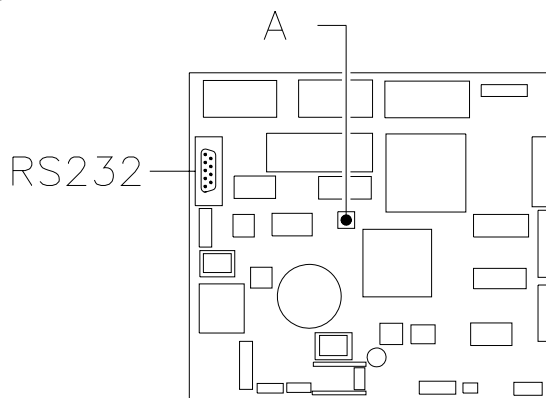

FIG. 5
- Si en la pantalla aparece "MEMORY CLEARED" apretar el pulsador situado en la tarjeta principal dentro de la caja recaudadora (véase FIG. 5) para inicializar la memoria. En la pantalla aparece el mensaje "PUERTA ABIERTA DISTRIBUIDOR EN MANTENIMIENTO". El distribuidor automático empezará automáticamente un autotest. Si no se identifica ningún error la columna se desplazará a la posición de inicio y la máquina estará lista para el uso.
Apretando el pulsador Ref. A FIG. 5 situado en el circuito impreso electrónico principal en el interior de la caja recaudadora FIG. 2 Ref. 1, la memoria se restablece automáticamente con los valores preestablecidos descritos en la sección dedicada a las instrucciones. Luego la máquina restablecerá automáticamente su memoria activando una serie de tests, al final de los cuales, si todo está en orden, entrará en funcionamiento. En caso contrario, el distribuidor quedará bloqueado y en el visualizador aparecerá el número del test que corresponde a la parte en la se ha verificado el problema de funcionamiento. Véase el párrafo **BÚSQUEDA AVERÍAS**.
Abrir la portezuela de la caja recaudadora y mantener apretado el pulsador de modo **Ref. A FIG. 5** por 2 segundos aprox., hasta que en la segunda línea del visualizador del distribuidor aparezca escrito **"Mando 00"** y el zumbador produzca un sonido prolongado. La primera línea del visualizador indica que el distribuidor se encuentra en el **"modo programación"**. Este nivel del menú permite el acceso sólo a los mandos que sirven para modificar el precio y para visualizar la venta por precio (mandos 03-04-05-06).